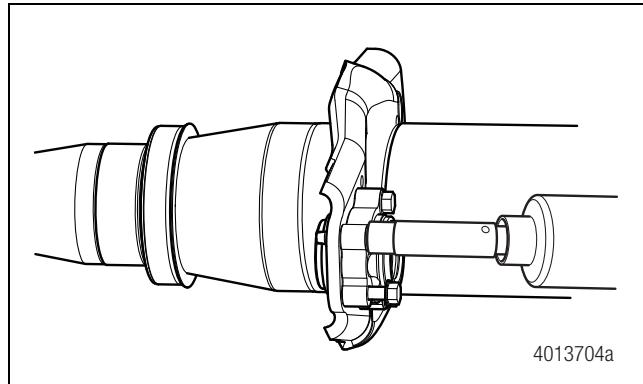

Figura 11.54
16. Apriete los pernos a 25-35 lb-pie (34-48 N·m) en forma entre cruzada para asegurar que el portabuje se asiente de manera uniforme. Figura 11.54 y Figura 11.55.